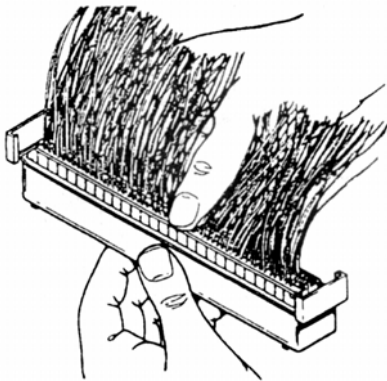

Рис. 7.2.. Впрессовка модуля в капсулу
7.1.1. Для установки капсулы следует снять защитную крышку, удалить защитную пленку, вставить смонтированный модуль в капсулу и вдавить вручную, насколько это возможно, с одинаковым усилием на обоих концах (рис. 7.2.);